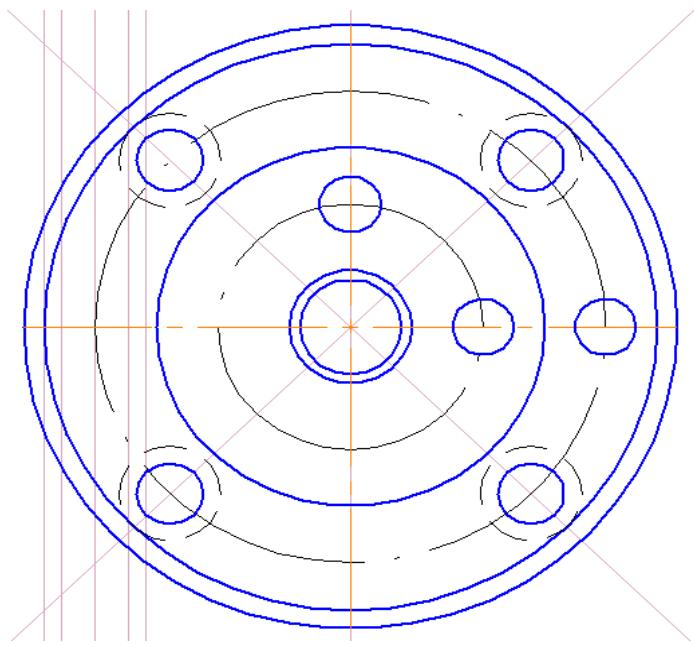

Рис. 19
j. На пересечении ¹⁸ этих биссектрис и штрихпунктирной окружности диаметром 50 создайте **4 окружности диаметром 6,5** (стиль основная) и **4 окружности** с центром в той же точке **диаметром 10** (стиль штриховая). Результат рис. 19.